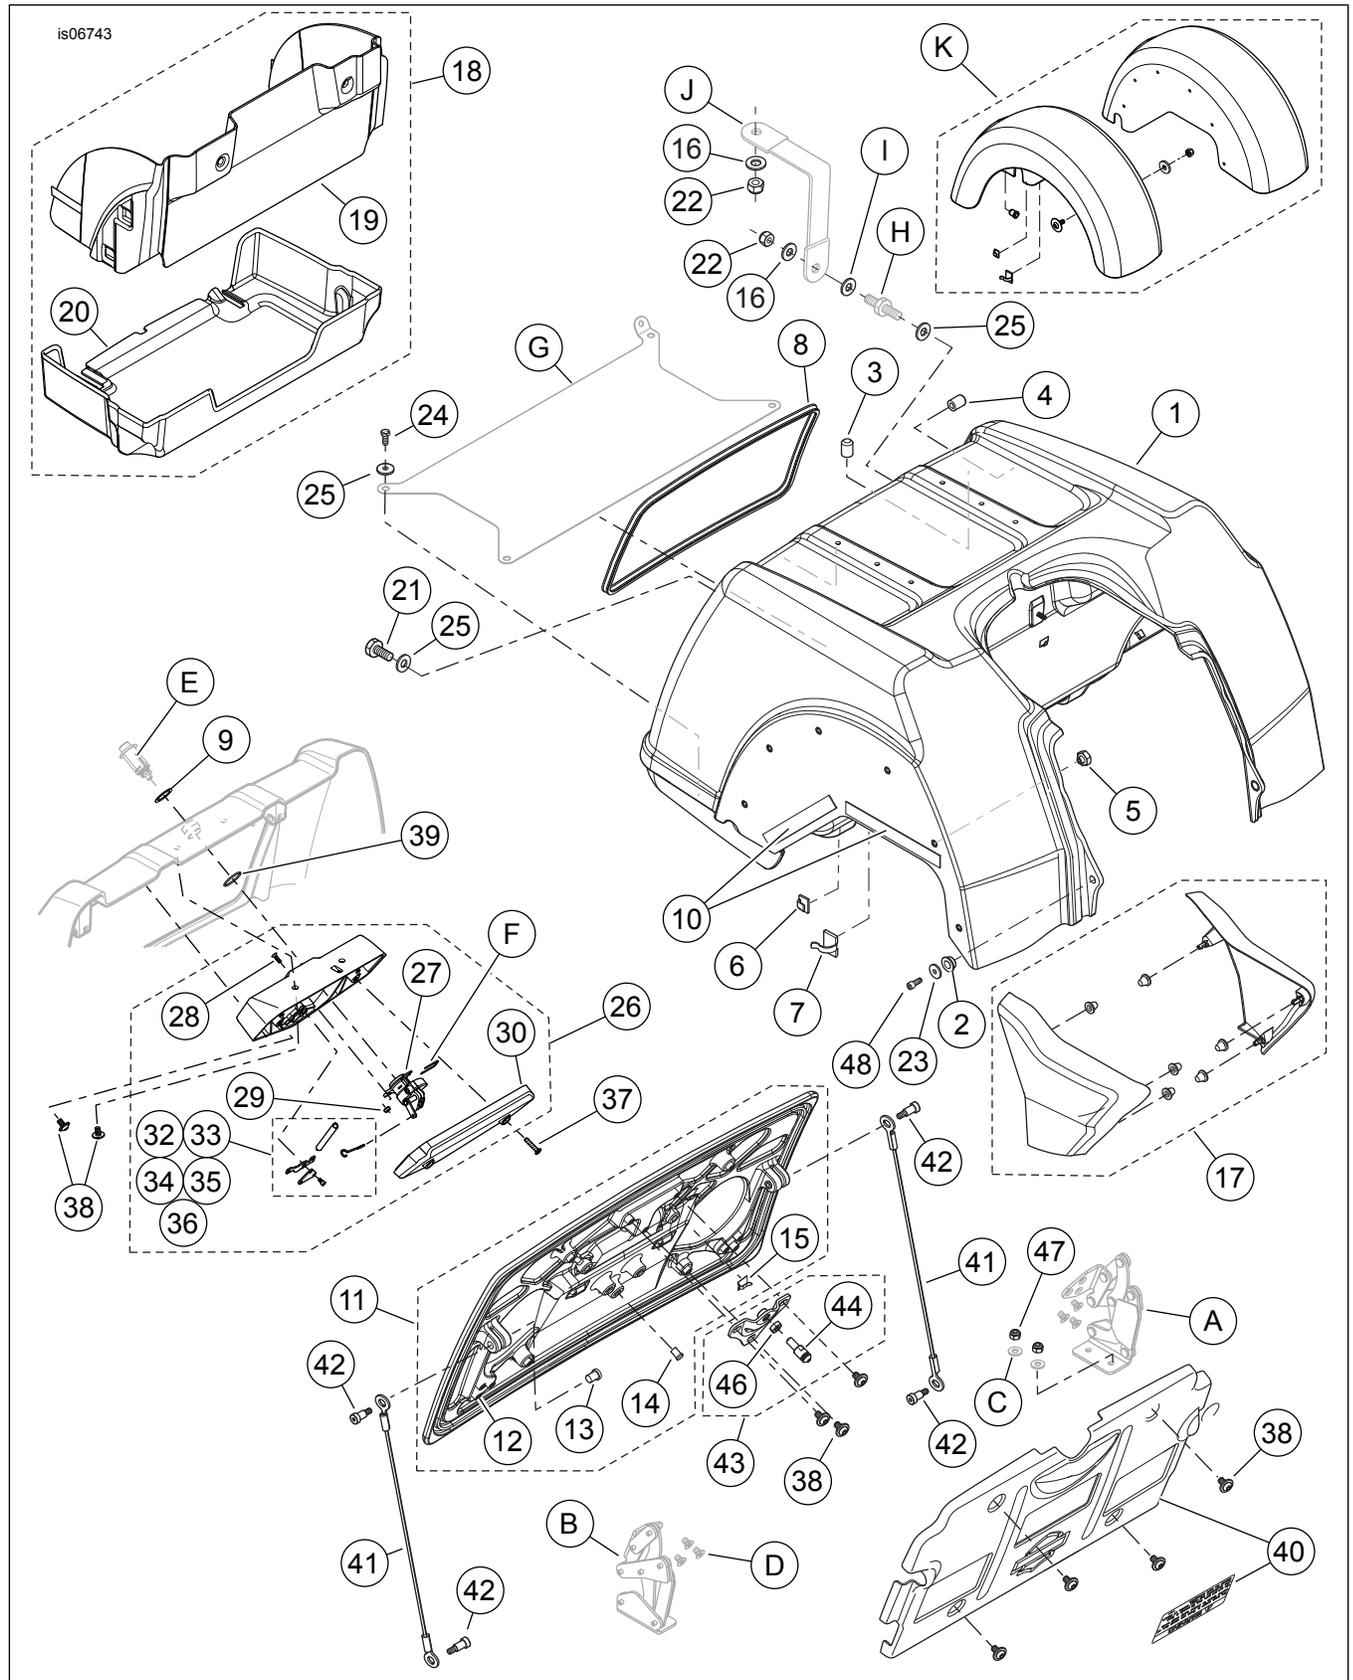

Abbildung 1. Ersatzteile, Trike-Ersatzverkleidungssätze
Siehe Abbildung 1, Tabelle 1, Tabelle 2, Tabelle 3 und Tabelle 4.
1. Siehe Abbildung 1. Die Schutzbleche gemäß den Anweisungen im Hinterradschutzblechsatz (K) in die **neue** Verkleidung einbauen, aber folgende Ausnahme beachten:
- **Modelle MIT Tour-Pak: Boden (innen)**, vier Schrauben (24) und Unterlegscheiben (25) aus dem Satz. **Linke vordere Wand (innen)**, Original-Massebolzen (H) und Unterlegscheibe (25) aus dem Satz. **Rechte vordere Wand (innen)**, Schraube (21) und Unterlegscheibe (25) aus dem Satz. **Unterer vorderer Flansch (außen)**, Schraube (48) und Unterlegscheibe (23) aus dem Satz.
- **Boden (innen)**, vier Schrauben (24) und Unterlegscheiben (25) aus dem Satz. **Vordere Wand (innen)**, zwei Schrauben (21) und Unterlegscheiben (25) aus dem Satz. **Unterer vorderer Flansch (außen)**, Schraube (48) und Unterlegscheibe (23) aus dem Satz.
- 11. **Für Modelle MIT Tour-Pak:** Eine flache Unterlegscheibe (16) aus dem Satz auf dem Massebolzen (H) anbringen. Das lose Ende des Massekabels (J) mit einer **neuen** Sicherungsmutter (22) und einer flachen Unterlegscheibe (16) aus dem Satz am Massebolzen befestigen. Die Sicherungsmutter auf ein Drehmoment von 19–23 N·m (14–17 ft-lbs) anziehen. **Für Modelle OHNE Tour-Pak:** Das Massekabel der AM/FM-Antenne mit der ursprünglichen Flachrundkopfschraube an der Trägerplatte befestigen. Die Schraube auf ein Drehmoment von 2,3–4,5 N·m (20–40 **in-lbs**) anziehen. Den Mast einbauen und das Antennenkabel anschließen.
1. Siehe Abbildung 1. Die Schaumstoff-Dichtungsscheibe des Aufbewahrungskofferschlosses (9) in der Schlossöffnung in der Verkleidung untersuchen und austauschen, falls sie beschädigt ist. Die Anweisungen im Werkstatthandbuch befolgen, um die **neue** Verriegelungsbaugruppe (26) an der Verkleidung zu befestigen; mit folgenden Ausnahmen:
- a. Den **neuen** O-Ring (39) aus dem Satz um die Schlossöffnung im Gehäuse der Verriegelungsbaugruppe platzieren.
- b. Die Verriegelungsgehäuse-Baugruppe mit vier **neuen** TORX®-Schrauben (38) einbauen.
- c. Die **neue** Verriegelungsabdeckung (30) mit zwei **neuen** Senkkopfschrauben (37) einbauen.
2. Den ursprünglichen Aufbewahrungskoffer-Schlosssatz durch das Gehäuse und den Schlossmechanismus (27) in die Verriegelungsgehäuse-Baugruppe einbauen.
1. Siehe Abbildung 1. Zwei **neue** Muttern (47) und die Original-Unterlegscheiben (C) und O-Ringe zum Zusammenbau der Original-Kennzeichenleuchte mit der **neuen** Aufbewahrungskoffertür-Baugruppe (11) gemäß den Anweisungen im Werkstatthandbuch verwenden.
3. Den **neuen** Verriegelungsstift (43) mit drei TORX-Schrauben (38) **lose** in die Aufbewahrungskoffertür einbauen.
4. Das linke (A) und rechte (B) Aufbewahrungskoffer-Türscharnier mit den sechs Original-Senkkopfschrauben (D) gemäß den Anweisungen im Werkstatthandbuch an der Tür befestigen.
5. Die Türdichtung (8) entlang der Türöffnung untersuchen und austauschen, falls sie beschädigt ist.
Siehe Abbildung 1. Die Original-Befestigungsteile für die Seitenabdeckung ausbauen und die **neuen** Seitenabdeckungen gemäß den Anweisungen im Seitenabdeckungssatz (17) einbauen.
1. Siehe Abbildung 1. Die **neuen** vertikalen und unteren Aufbewahrungskofferauskleidungen (Teile 19 und 20, FLHTCUTG) oder Original-Aufbewahrungskoffermatte (FLHXXX) einbauen.